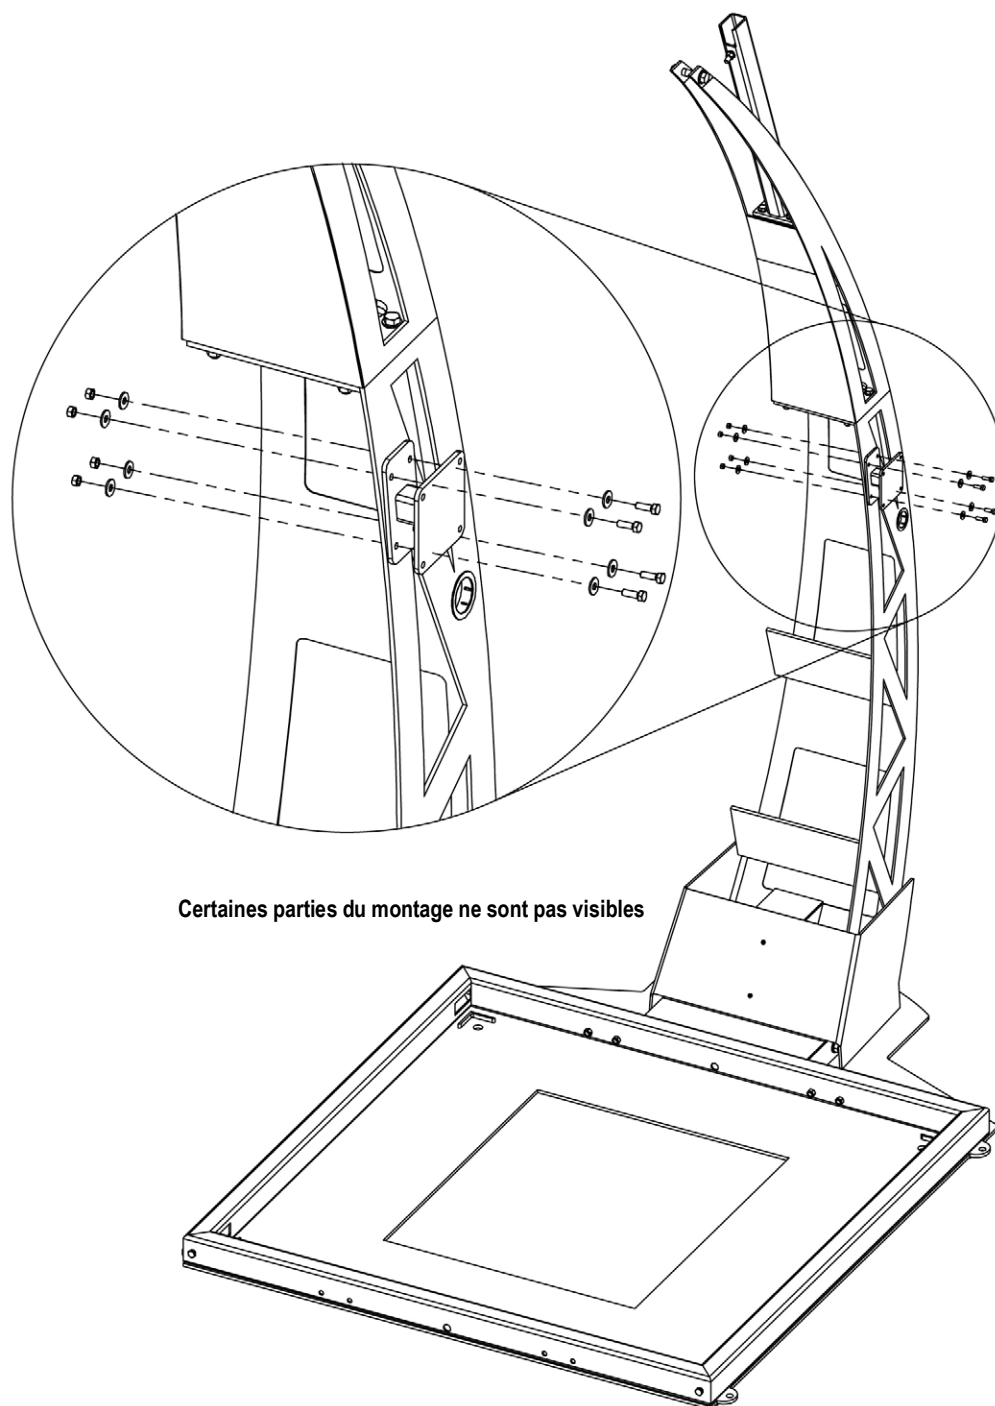

Figure 3-12. Support de montage de l'armoire
**REMARQUE :** Le support de l'armoire peut être installé d'un côté ou de l'autre de la partie inférieure de la tour. Si le support de l'armoire est installé sur le côté opposé de l'assemblage représenté sur la Figure 3-12, il faut tourner le support de l'armoire de 180°.